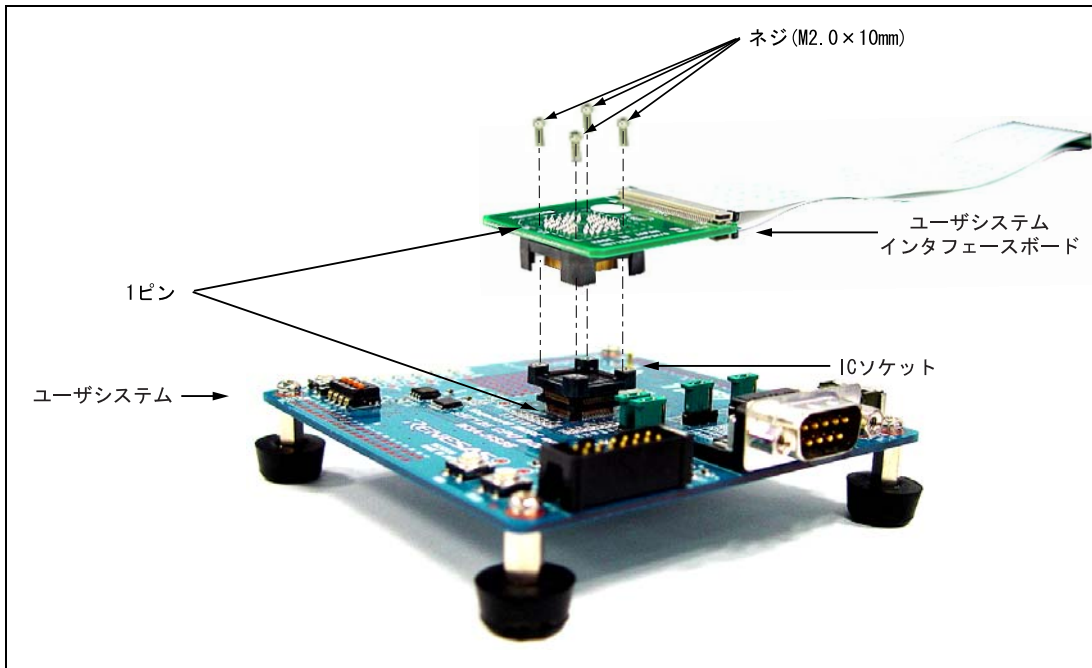

図 2.5 ユーザシステムへの接続
2. ユーザシステムインタフェースボードを、ユーザシステム上の IC ソケットに 1 ピンの位置を確認した上で差し込みます (図 2.5 参照)。